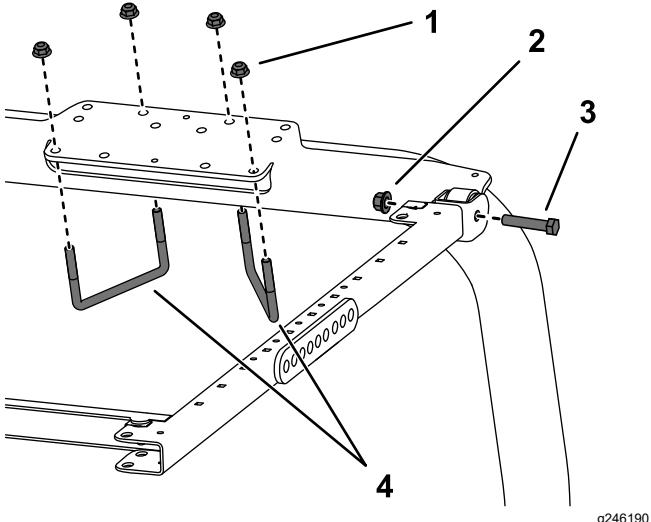

Figure 42
1. Placez les supports du ROPS au sommet de l'arceau de sécurité du groupe de déplacement (Figure 42). Centrez bien l'arceau de sécurité dans le support du ROPS.